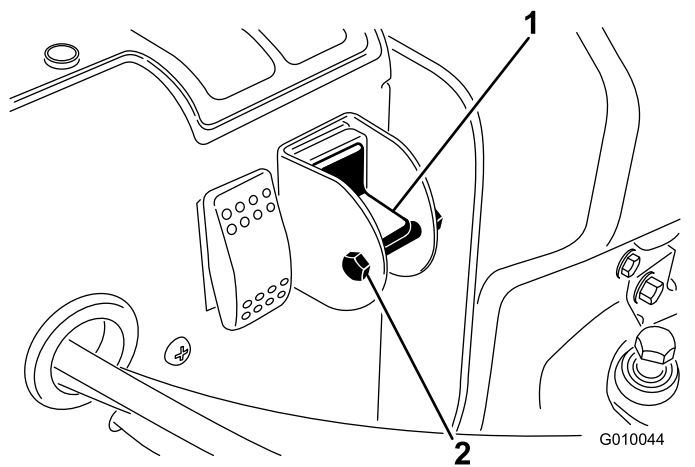

図 29
- セレクトスイッチのロック用ボルトとナットを外す **図 29**。